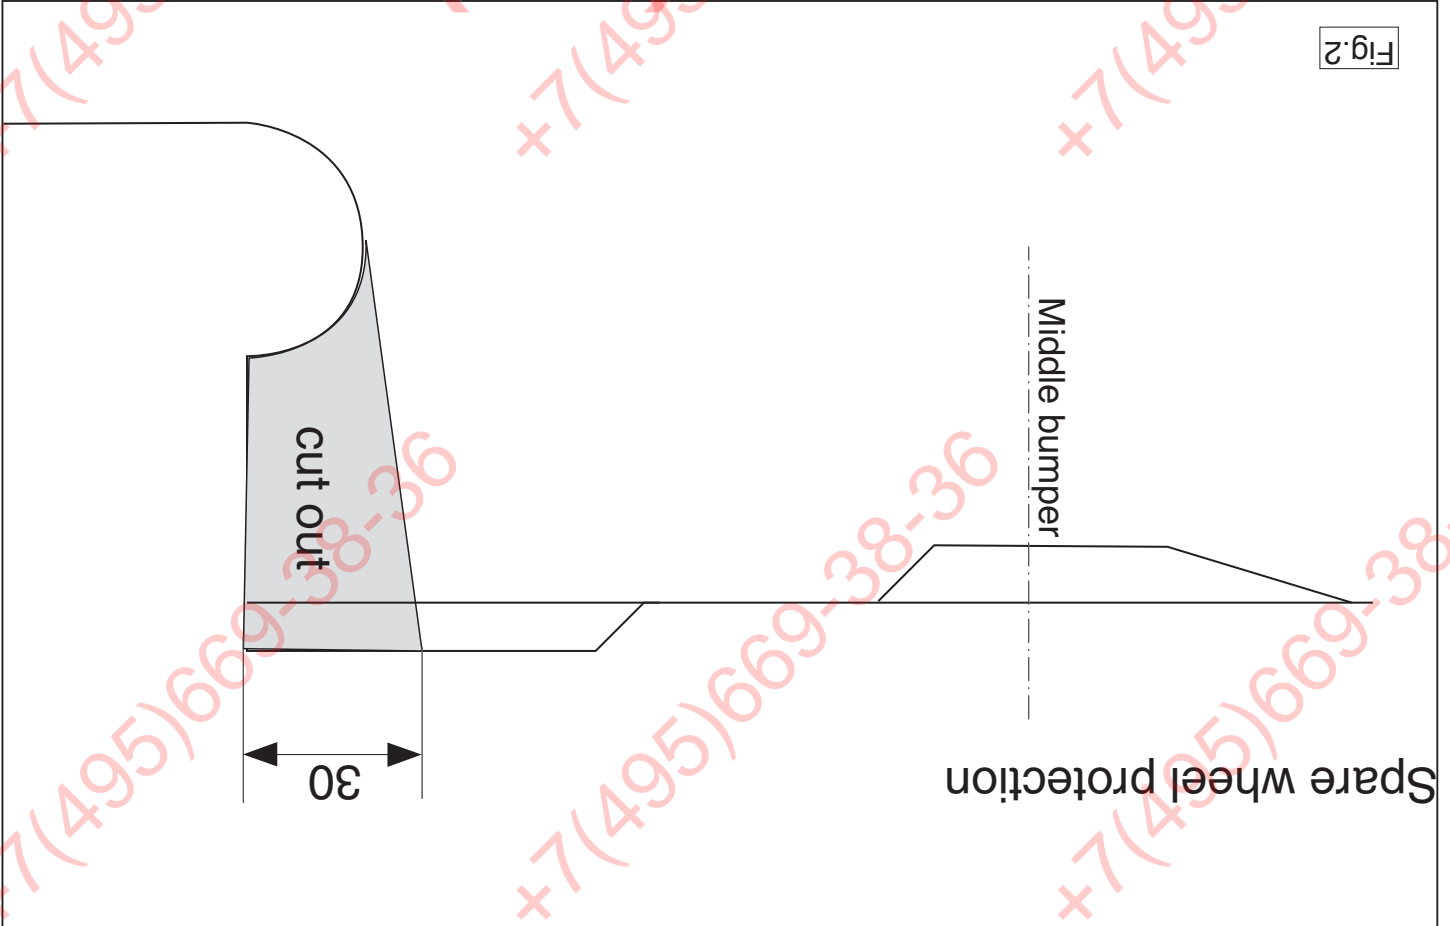

Fig.2
7. Saw a section out of the middle of the underside of the plastic protective container as shown in fig 2.
7. Auf der Unterseite der Kunststoff-Schutzablage einen Teil aus der Mitte gemäß Abbildung 2 heraus schneiden.
6. Saw a section out of the middle of the underside of the plastic protective container as shown in fig 2.
6. Auf der Unterseite der Kunststoff-Schutzablage einen Teil aus der Mitte gemäß Abbildung 2 ausschneiden.
7. Scier au centre de la baquet de protection en plastique une partie correspondant à la figure 2.
6. Scier au centre de la baquet de protection en plastique une partie correspondant à la figure 2.